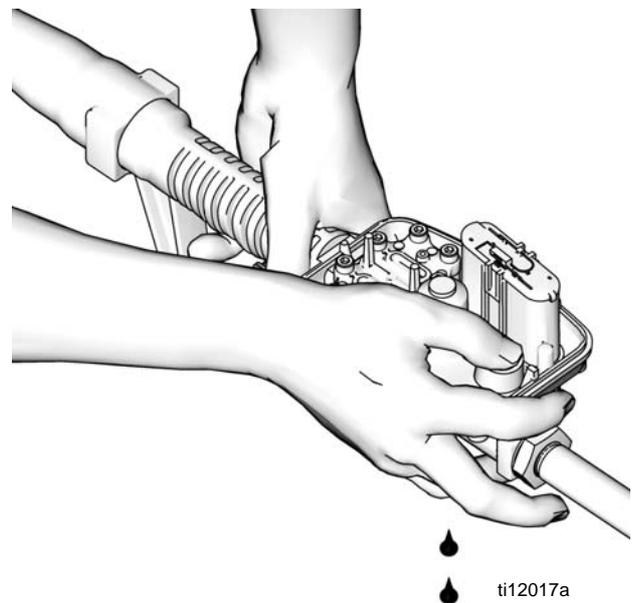

FIG. 29
g. Coloque el pulgar sobre la parte superior de la varilla de disparo. Apriete lentamente el disparador para hacer que el aceite salga del orificio de la parte inferior de la varilla de disparo (FIG. 29).